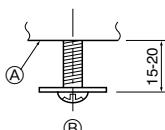

Fig. 5-5
5.4.1. Voorbereidingen (Fig. 5-5)
- Plaats de twee bijgeleverde schroeven met de ringen ② in het hoofdapparaat (bij de afvoerleiding in de hoek en in de tegenovergestelde hoek), zoals aangegeven in de afbeelding.